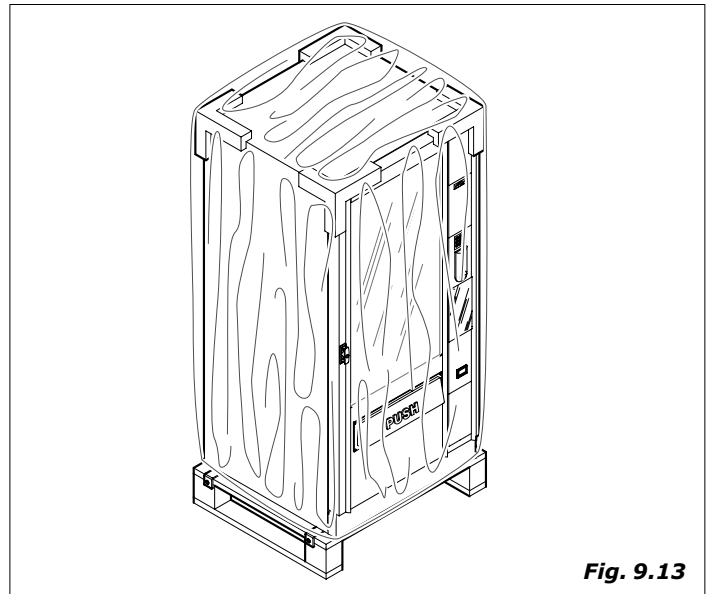

Fig. 9.13
- proteger el exterior con un film o bolsa de celofán (*Fig. 9.13*)